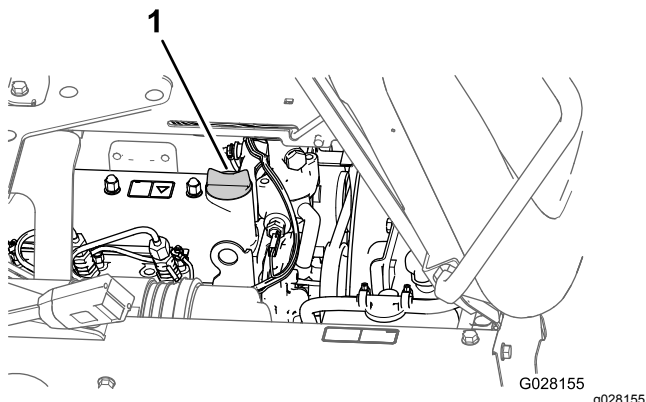

图 73
5. 从发动机气门室盖的加油颈上取出加油颈盖慢慢从加油颈注入规定油量的大约 80% 图 73。
8. 将加油颈盖重新装入加油颈图 73。